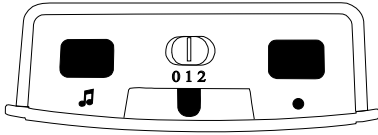

Abbildung 2: »signalux« Oberseite
Mit Hilfe des Signalwahl-Schiebeschalters (in Abb.2 „012“) können Sie die Art der Signalisierung wählen.
- Halten Sie die Taste »•« (Abb. 2) lange gedrückt. Die Symbole leuchten nacheinander auf. Lassen Sie die Taste los, sobald das gewünschte Symbol aufleuchtet.